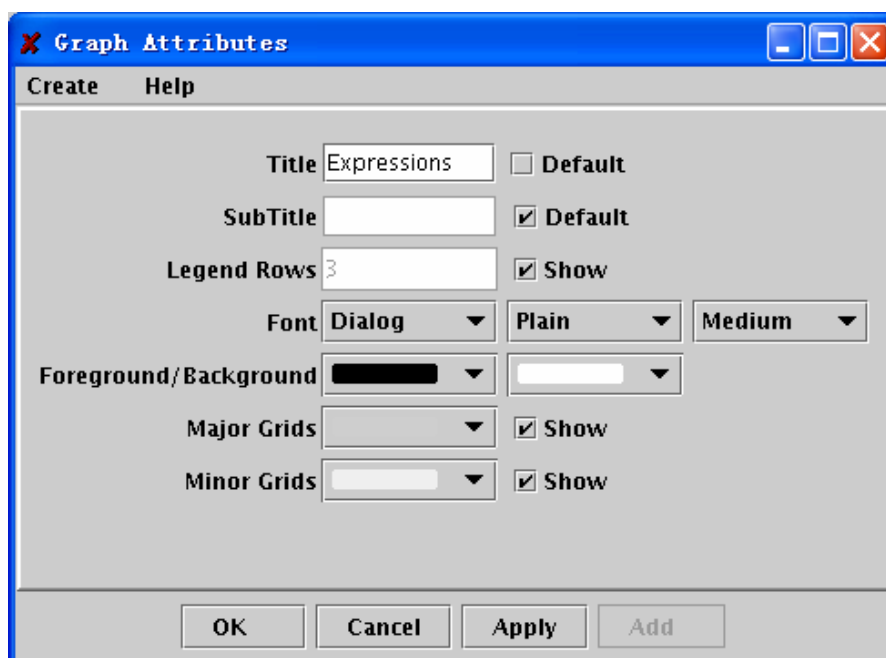

图 12.12 编辑图表的属性
- 1) 通过选择“Graph”→“Edit”, 或者在图表中双击鼠标, 打开“Graph Attributes”对话框, 如图 12.12 所示。